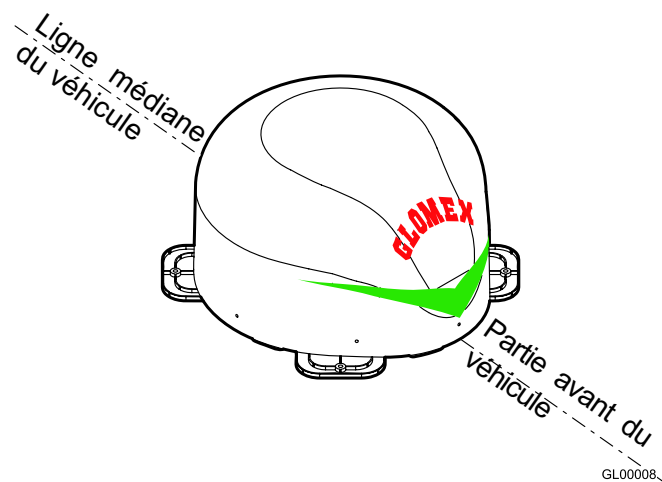

Fig. 8
5. Positionner l'antenne dans la position appropriée sur la ligne médiane du véhicule, en respectant la direction d'installation indiquée dans la **Fig. 8** et appliquer une bonne pression sur les côtés du radôme pour faire adhérer correctement les plaques à la surface de montage. Attendre jusqu'à ce que le silicone durcit (le temps varie selon la température extérieure).
Pour un montage correct, respecter la direction d'installation indiquée dans la Fig. 8.